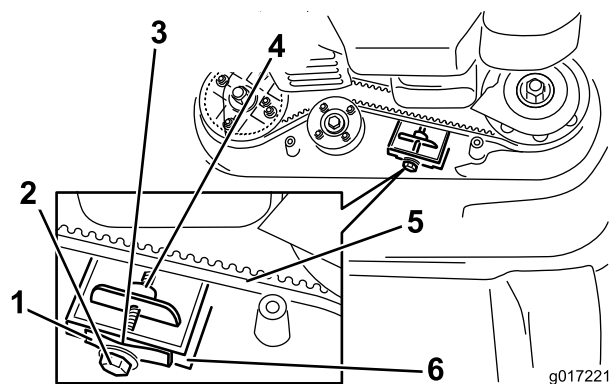

Рисунок 40
**Примечание:** Если имеется видимый зазор между измерителем зазора и пружиной, затяните регулировочный болт и гайку до момента, когда бумага только начнет свободно входить в зазор и выходить из него (Рисунок 40).